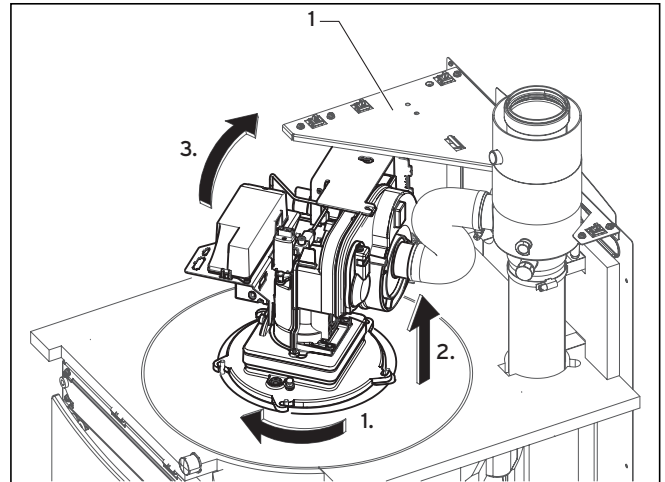

Abb. 7.4 Brenner lösen und herausziehen
- Lösen Sie den Zuluftschlauch am Gebläse und die Serviceschraube (1) am Brennerflansch.
- Lösen Sie den Brenner durch leichte Drehung im Uhrzeigersinn. Drehen Sie den Brenner um 180° nach hinten (siehe Abb. 7.4) und setzen Sie ihn mit der Öffnung des Halteblechs auf die Serviceschraube.